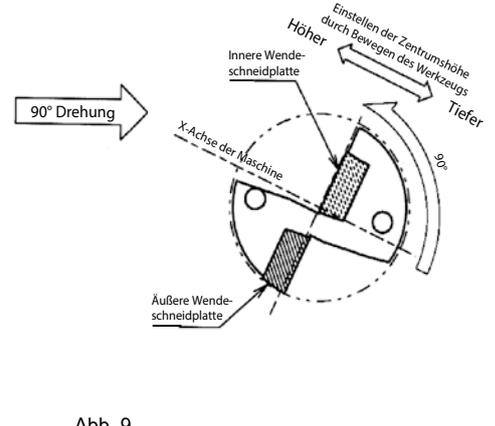

Abb. 9
2. Sollte der Kerndurchmesser danach zu groß sein, den Bohrer gemäß Abb. 9 um 90° gegen den Uhrzeigersinn drehen (äußere Wendeschneidplatte steht tiefer) und die Zentrumshöhe durch Verstellen des Werkzeugs in Richtung X-Achse einstellen. (Jedoch kann dann der Bearbeitungsdurchmesser nicht angepasst werden.)